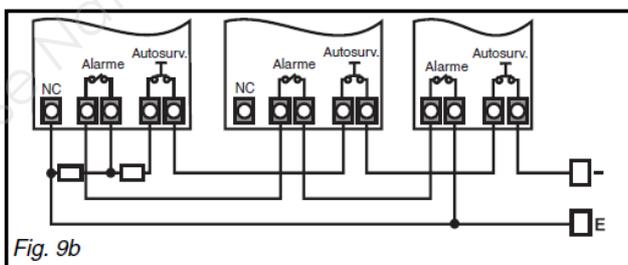

Fig. 9b
4.5.1 Câblage de plusieurs détecteurs sur une entrée de type équilibrée 2 résistances (fig. 9b)